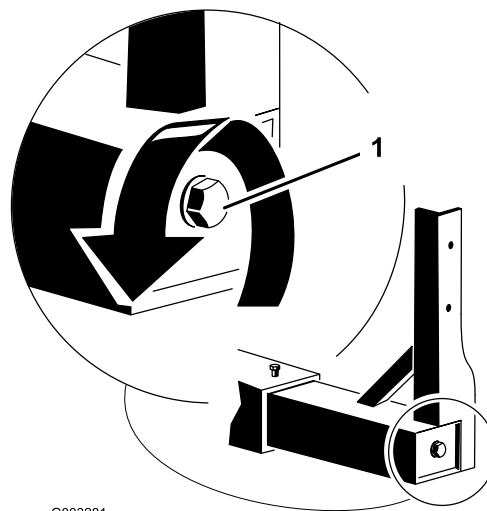

Figura 1
5. Allentate i bulloni del telaio della barra non oltre i 3 giri (Figura 1).